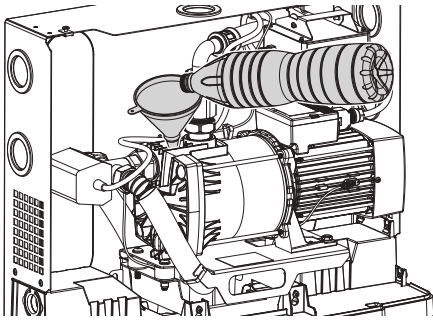

Fig. 22: Pomp vullen
2. Vul de pomp via een trechter met schoon water (Fig. 22).